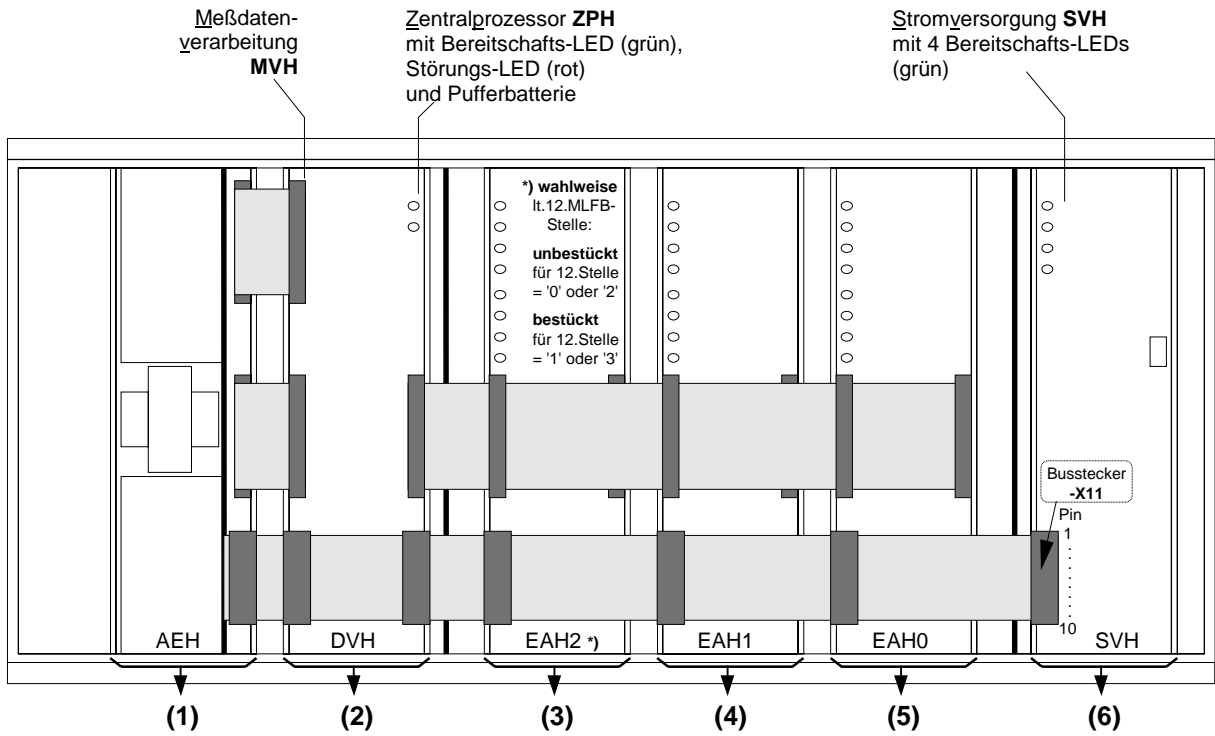

Bild 1: Frontansicht 7SA513 nach öffnen der Fronttür (stark vereinfacht), Baugruppe (2) ---> DVH (Digitale Verarbeitung Höchstspannung)
- EAH-Ausbau (binäre Ein/Ausgabe-Baugruppen; Pos. (3),(4),(5) in Bild 1): Werkseitig wird gemäß bestellter Gerätevariante die dazu entsprechende Geräte-MLFB programmiert; diese softwaremäßig implementierte MLFB erscheint im Display. Die 12.MLFB-Stelle besagt dabei den EAH-Ausbau (z.B. 2 EAH- bzw. 3 EAH-Baugruppen). Bis Version V2.12 wurde die tatsächliche hardwaremäßig vorliegende EAH-Anzahl nicht von der Software überprüft. Mit den Versionen V2.2*/V3.** wird die Anzahl der gesteckten EAH-Baugruppen mit der, in der implementierten MLFB hinterlegten, verglichen. Bei Abweichung erfolgt Monitor-Einstieg (Gerätestörung).
Abhilfe: EAH-Anzahl (d.h. ohne/mit Baugruppe EAH2 in Pos. (3) lt. Bild 1) nur gemäß softwareseitig implementierter MLFB-Nummer. Dazu vor Firmware-Hochrüstung die MLFB-Nummer im Display (Adresse 0 bzw. 0000) notieren und Gerät auf tatsächliche EAH-Konfiguration überprüfen ggf. anpassen.
27.2 Busstecker **-X11** von der Stromversorgungsbaugruppe **SVH** abziehen (s. Bild 1).
27.3 An **Pin 2** (positiver Pol '+5V') und **Pin 5** (negativer Pol 'M5V') der nun freiliegenden X11-Stiftleiste der SVH-Baugruppe ein Digital-**Voltmeter** anschließen (Pin-Anordnung s. Bild 1).